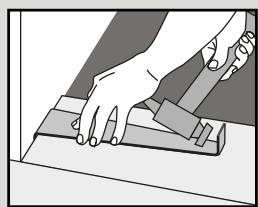

Fig. 6
- Bajo los marcos de las puertas: Si no se puede levantar el tablón/azulejo, adapte un bloque de golpeo (use un recorte del mismo material) y un mazo para golpear cuidadosamente el tablón/azulejo hasta dejar el piso plano completamente (Fig. 6).